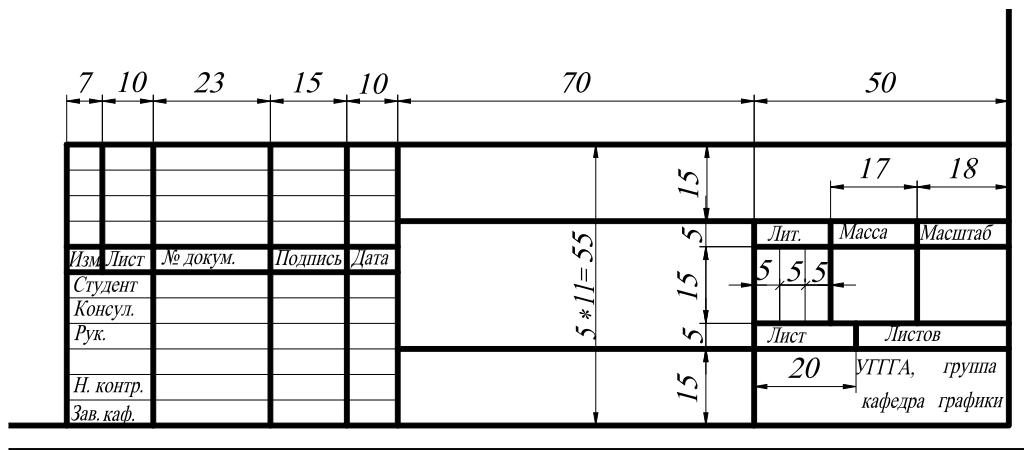

Рис. 156.
1. Создать шаблон чертежа формата А4 и А3 с основной надписью (рис. 156).